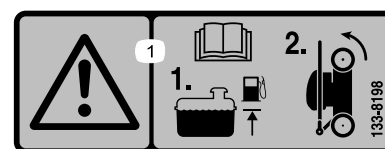

図 20
1. 機体を立てて格納する時には、タンク内の燃料の量が、このオペレーターズマニュアルに記載されている高さ未満とすることエンジンに貼り付けてあるエンジンメーカーのステッカーを参照 図 20。